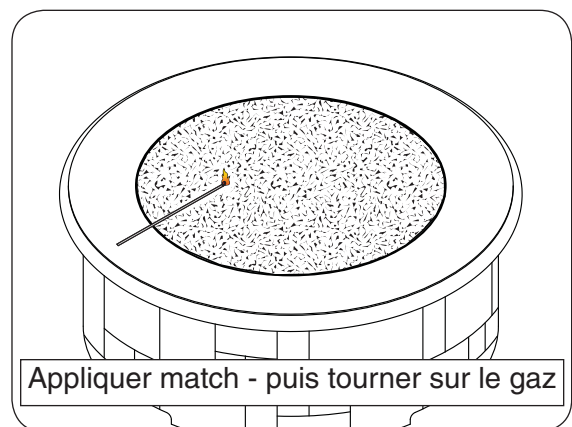

Fig. 34-1
3. Posez une lumineuse à longue tige match sur la surface du support de décoration à proximité de l'anneau brûleur (**ne tenez pas le match en main**) ou utiliser un briquet au butane allumée au long cou (Fig. 34-1).